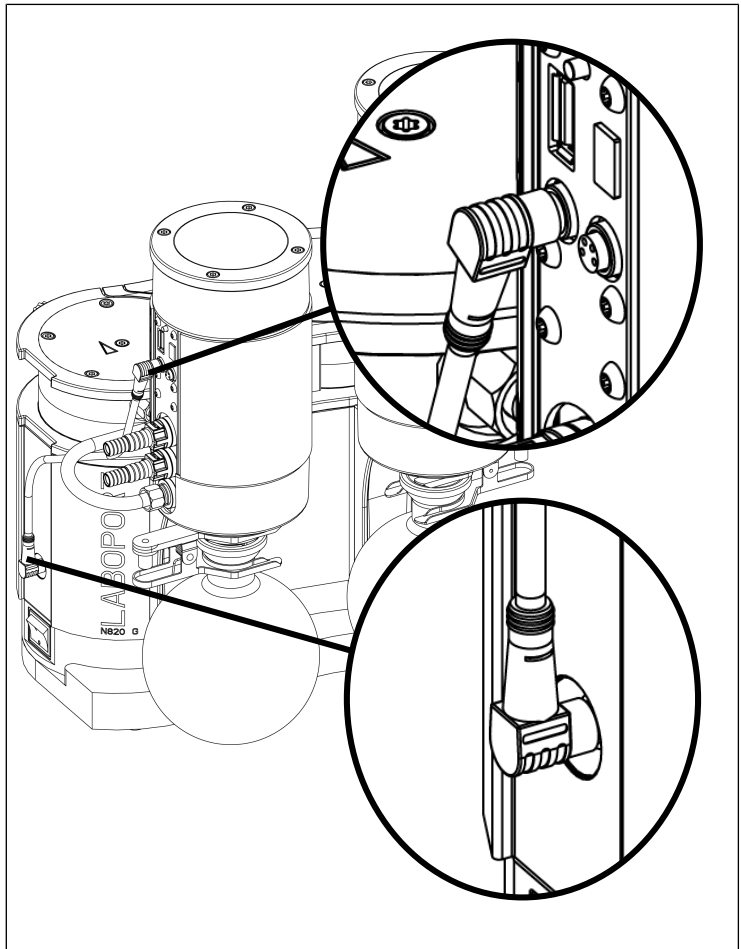

Abb.7: Signalkabel anschließen
1. Schließen Sie das Signalkabel an der Pumpe (siehe Abb. 3/7) und am Abscheider (Abb. 23/3) an (siehe Abb. 7). Achten Sie beim Anschließen darauf, dass das Kabel unter der Schlauchverbindung hindurchgeführt wird.
- i** Achten Sie auf die korrekte Ausrichtung des Signalkabels am Abscheider (30° Winkel; siehe Abb. 7).